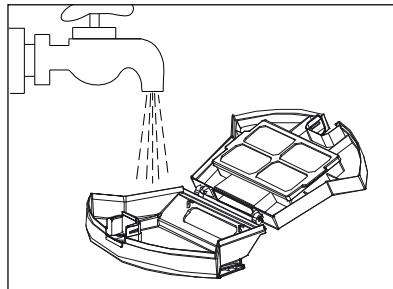

Fig. 12
- 6) Lavare il contenitore della polvere 14 e il filtro a reticella con acqua fredda o tiepida (vedere fig. 12). Fare asciugare completamente il contenitore della polvere 14 e il filtro a reticella all'aria prima di reinserire il contenitore della polvere 14 nell'apparecchio.